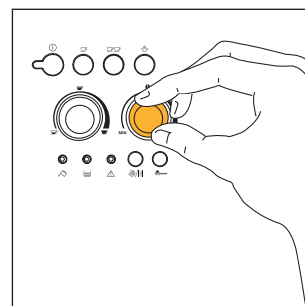
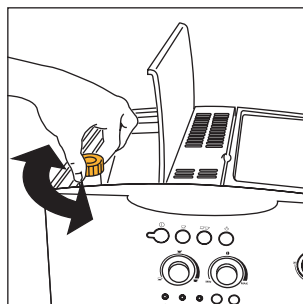

Рис. 7
Рис. 17
- 2) Поверните правую ручку, рис. 7, для установки необходимого количества молотого кофе. Чем больше вы поворачиваете ручку по часовой стрелке, тем большее количество зерен кофе будет помолото и тем крепче будет приготовленный кофе. При первом использовании необходимо путем проб приготовить несколько чашек кофе, чтобы определить правильное положение ручки. Будьте внимательны и не поворачивайте ручку по часовой стрелке слишком сильно, так есть вероятность получить слишком медленное вытекание готового кофе (каплями), особенно, если вы готовите две чашки кофе.
**Примечание 1:** Если кофе выходит каплями или не выливается весь, необходимо повернуть ручку регулировки помола, рис. 17 на один щелчок по часовой стрелке, см. пар.6. Поворачивайте ручку постепенно на один щелчок до получения удовлетворительной подачи кофе.
**ПРИМЕЧАНИЕ 2:** : если кофе выливается слишком быстро и пенка на кофе неудовлетворительная, поверните немного по часовой стрелке правую ручку, рис. 7. Путем проб приготовьте несколько чашек кофе, чтобы определить правильное положение ручки. Будьте внимательны и не поворачивайте ручку по часовой стрелке слишком сильно, так есть вероятность получить слишком медленное вытекание готового кофе (каплями), особенно, если вы готовите две чашки кофе. Если посл нескольких чашек кофе не удастся добиться удовлетворительной пенки, поверните так же ручку регулировки помола, рис. 17, против часовой стрелки на один щелчок (см. пар. 6).
**ПРИМЕЧАНИЕ 8:** со временем при износе кофемолки кофе будет вытекать слишком быстро и не будет иметь пенки, так как помол станет крупнее. Для решения этой проблемы необходимо отрегулировать степень помола кофеварки, повернув ручку регулировки степени помола, рис. 17, против часовой стрелки на один щелчок (как описано в гл. 6).
Кофемолка не должна подвергаться регулировке (по крайней мере вначале), так как уже отрегулирована на заводе для обеспечения правильной подачи кофе. Тем не менее, если после первых чашек кофе выливание кофе будет слишком быстрым или медленным (каплями), необходимо произвести коррекцию при помощи ручки степени помола кофе, рис. 17. После поворота ручки по часовой стрелке на один щелчок (равный одной цифре), кофе выливается из кофеварки быстрее (не капая).